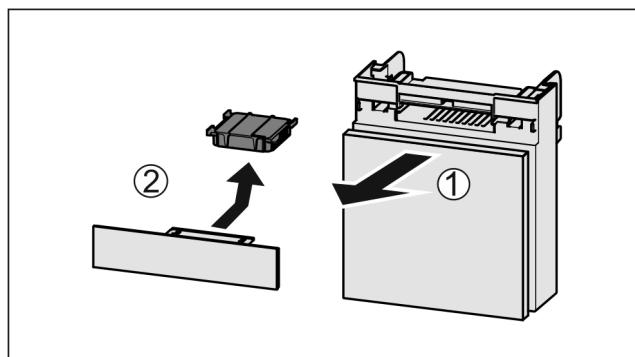

Fig. 45
- Вытяните Fig. 45 (1) отделение движением вперед.
- Извлечение Fig. 45 (2) фильтра с активированным углем.